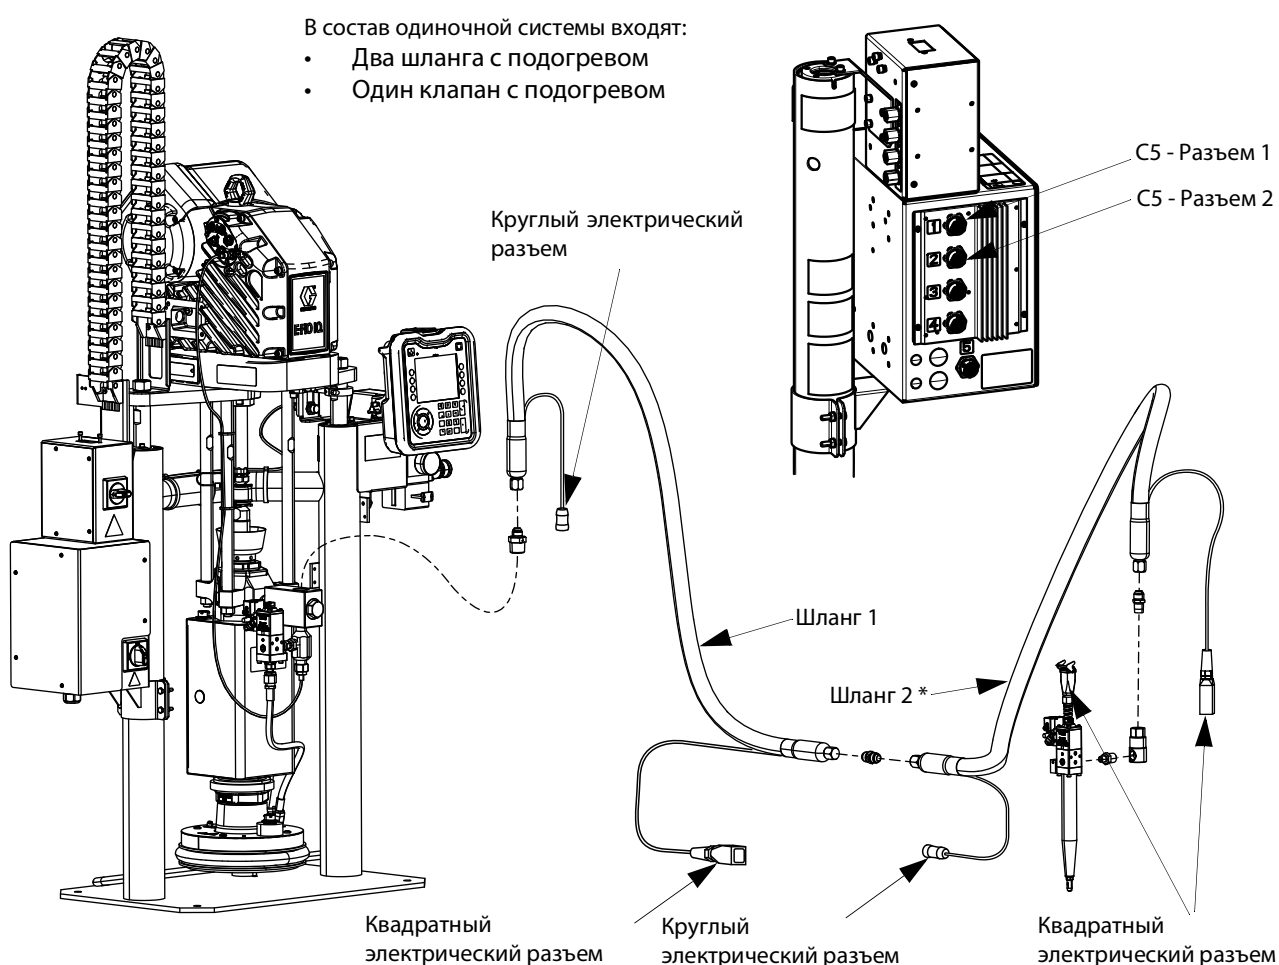

Рис. 32
- Клапан с подогревом - квадратный электрический коннектор от шланга 2 к раздаточному клапану iQ (B). См. Рис. 32.